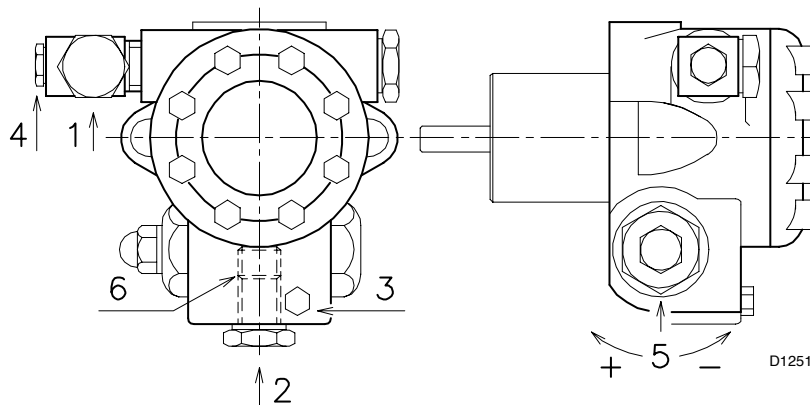

Fig. 19
- Pour que la pompe puisse s'auto-amorcer, il est indispensable de desserrer la vis 3) (Fig. 19) de la pompe pour purger l'air contenu dans le tuyau d'aspiration.
Pour modifier la pression de la pompe, agir sur la vis 5) (page 17 Fig. 19).